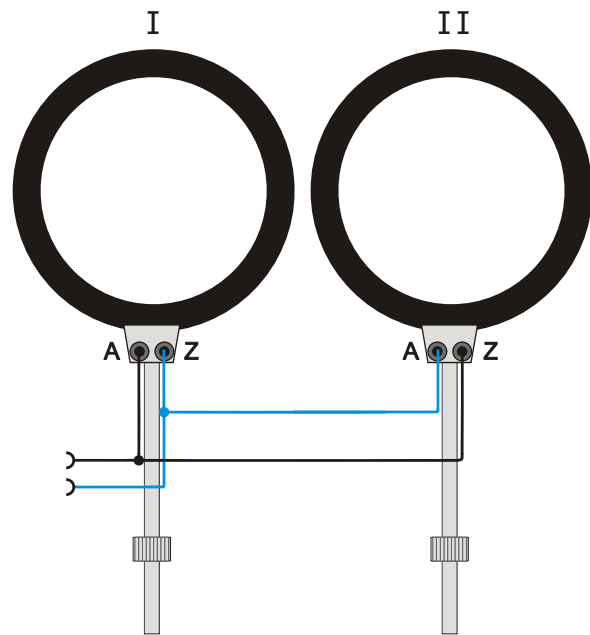

Fig. 1.2 Conexão em paralelo
- No caso de conexão em paralelo, ligar o conector A da bobina 1 com o conector Z da bobina 2 e o conector Z da bobina 1 com o conector A da bobina 2 (ver fig. 1.2).